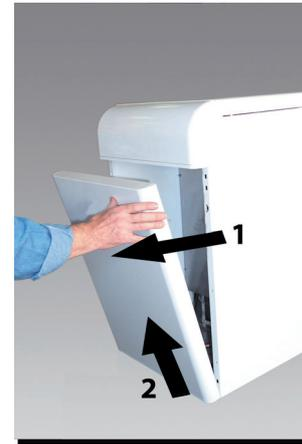

fig. 7 - Ouverture du panneau avant
Pour ouvrir le panneau avant de la chaudière, voir la séquence indiquée fig. 7.
- Ôter le panneau avant de la chaudière (fig. 7).